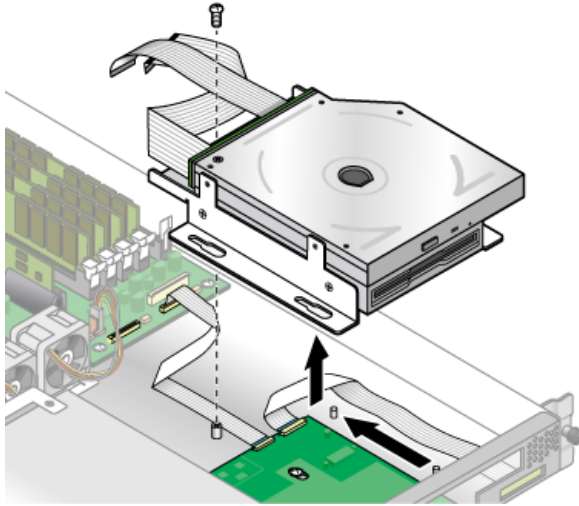

图 3-15 拆除 CD-ROM/DVD-ROM/软盘驱动器部件
3. 拧下将 CD-ROM/DVD/软盘驱动器部件固定至底盘的单颗螺钉（请参见图 3-15）。